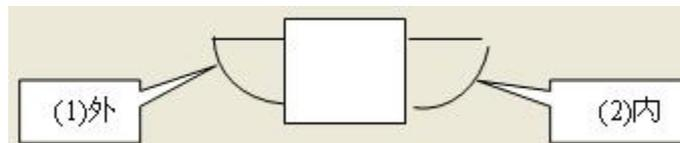

图 1 风淋室开闭顺序图。
开闭顺序为(1)开→ (1)关→ (2)开→ (2)关，如图 1 风淋室开闭顺序图